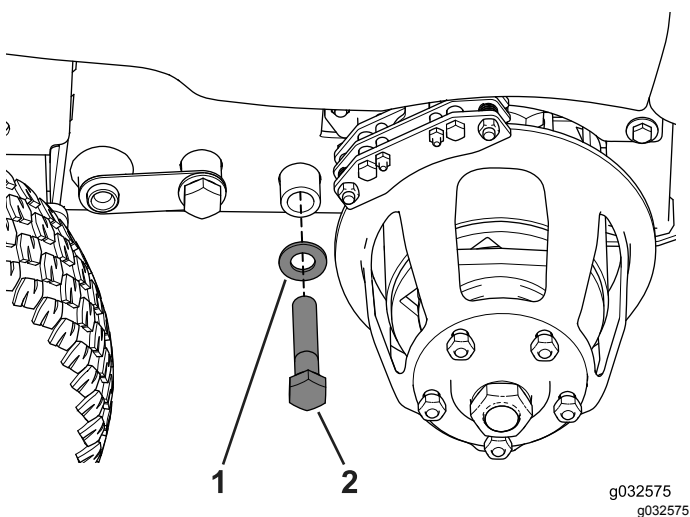

図 77
4. 図 77に示すように、ボルト $\frac{3}{4}$ " x 4"を取り付ける。